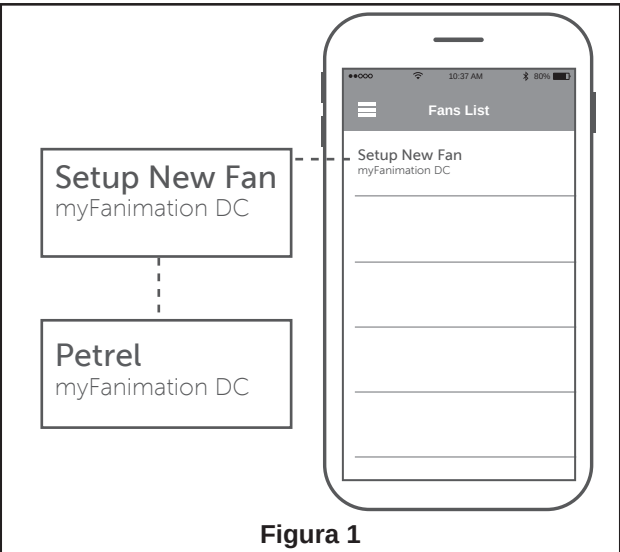

Figura 1
1. Abra la App fanSync y toque Configurar Nueva Fan para iniciar la configuración. (Figura 1)
- ☐ **1. Instalación de la placa de la pared:** (Figura 1)